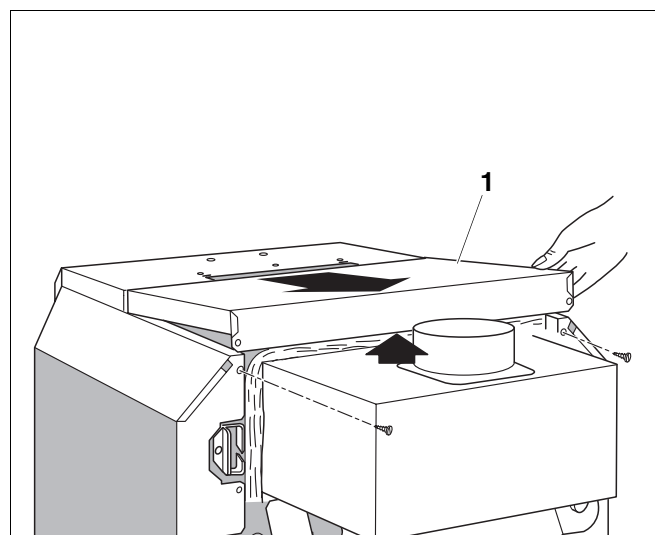

Fig. 13 Îndepărtați mantaua cazanului
- Îndepărtați cele două șuruburi de fixare ale capacului din spate al (Fig. 13, **Poz. 1**) cazanului. Îndepărtați ușor capacul din spate al cazanului și trageți-l în spate (Fig. 13).